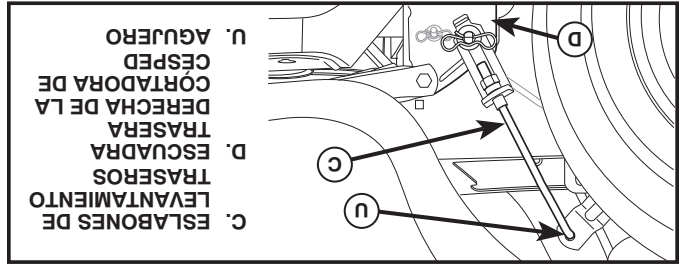

Fig. 13
## 7. INSTALE LOS ESLABONES DE LEVANTAMIENTO TRASEROS (C) (Vea Fig. 13)
- Inserte el extremo de varilla del levantamiento trasero (C) dentro del agujero (U) en el brazo de suspensión del eje de levantamiento del tractor y haga oscilar el eslabón hacia abajo hacia la cortadora de césped.
- Levante la esquina trasera de la cortadora de césped y ubíquela en el conjunto de eslabones sobre la chaveta en la escuadra trasera de la cortadora (D); asegure con una arandela grande y un resorte de retención grande.